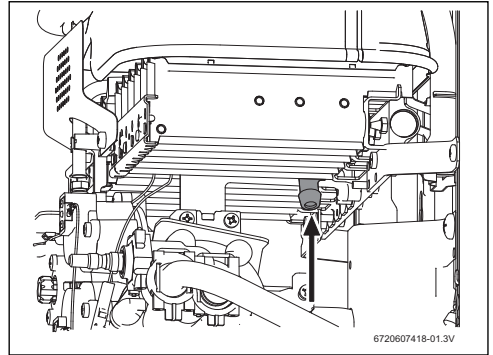

Fig. 14 Point de mesure de la pression
- ▶ Dévisser la vis de pression (fig. 14).